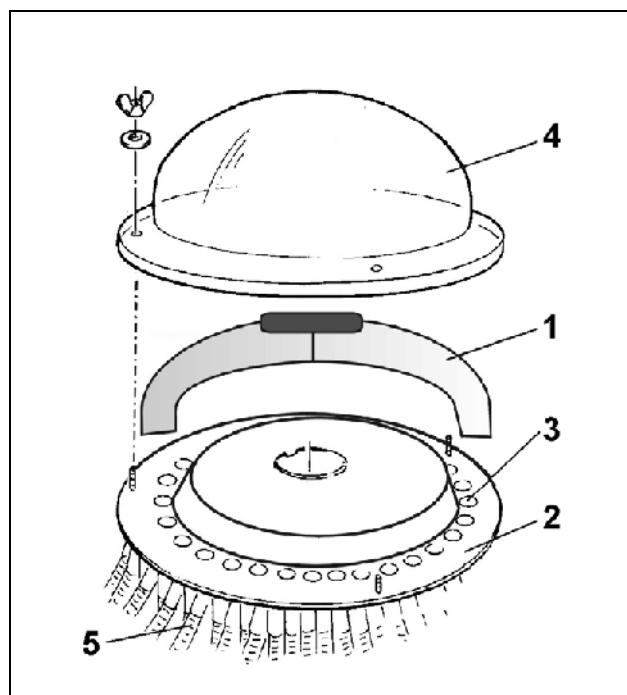
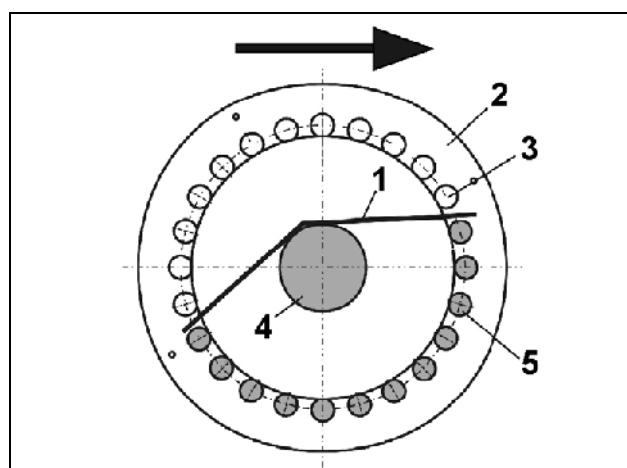

Fig. 68
Fig. 69
Con el inserto (Fig. 68/1) para el cierre de las salidas en el cabezal de distribución se distribuye la corriente de simiente sobre la mitad de todas las salidas (Fig. 68/3) y así sobre la mitad de todas las rejillas. A elección puede, de esta manera, interrumpirse la alimentación hacia las rejillas sobre la mitad derecha o izquierda de la máquina y sembrarse con la otra mitad de la máquina.
- Desmontar caperuza de distribución (Fig. 68/4)
- colocar el inserto (Fig. 68/1 ó Fig. 69/1) de tal manera sobre la placa de distribución (Fig. 68/2 ó Fig. 69/2), que queden cerradas las salidas deseadas del inserto.
- en la vista en planta (ver Fig. 69) se encuentran
- las salidas cerradas, no rayadas (Fig. 69/3) sobre el lado opuesto al tubo ondulado (Fig. 69/4)
- las salidas abiertas, representadas en forma rayada (Fig. 69/5) sobre el lado que muestra al tubo ondulado (Fig. 69/4).
- Controle en todo caso en el recorrido de las mangueras de conducción de simiente (Fig. 68/5), si el inserto cierra el flujo de simiente hacia las rejillas deseadas.
- Con un útil adecuado, marque el asiento del inserto sobre la placa de distribución (Fig. 69/2), para que en aplicaciones ulteriores Ud. encuentre rápidamente la posición del inserto sobre la placa.
- Ajuste la caperuza de distribución (Fig. 68/4) en el cabezal de distribución. Al fijar la caperuza de distribución, se aprieta el inserto (Fig. 68/1).